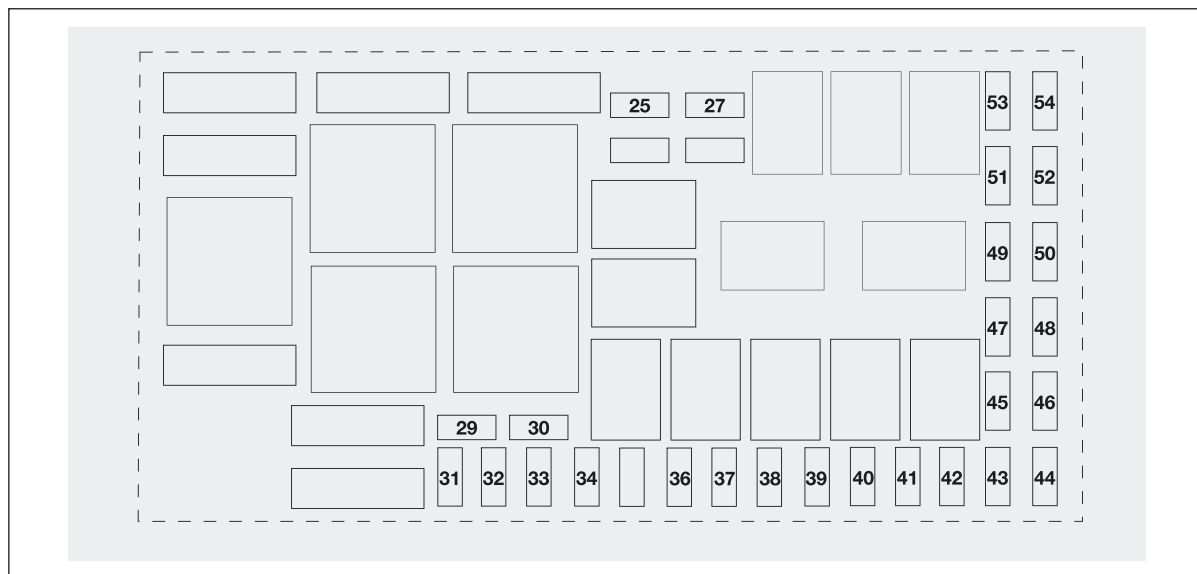

fig. 192
## Zekeringenkast in motorruimte fig. 192
**Zekeringenkast in motorruimte fig. 192**